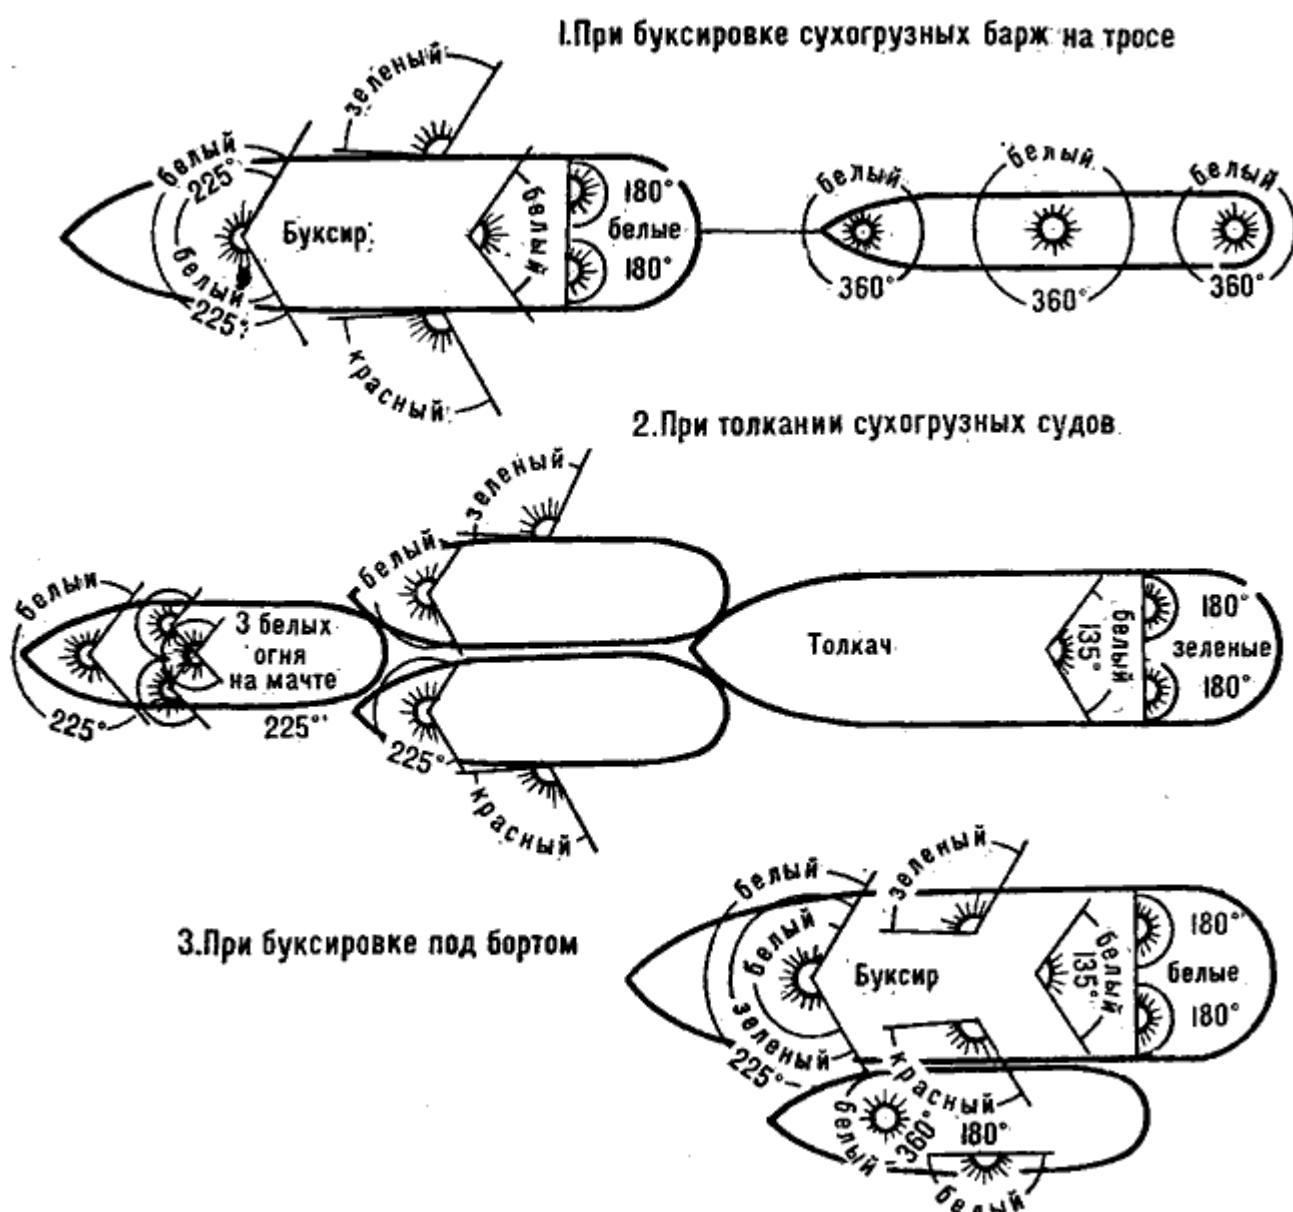

Рис. 144. Схема расположения ходовых огней на речных буксирах
4. Буксирующие суда, ведущие на буксире другие суда или плоты, кроме огней, предусмотренных § 25 для одиночных судов (отличительных, гакового и гакабортных), несут на передней мачте (рис. 144):
- сухогрузные, длиной более 50 м - кроме белого клотикового на мачте по одному белому огню на носовом и кормовом флагштоках (рис. 144);
- буксируемое под бортом - один белый клотиковый огонь на мачте и один белый огонь с внешнего борта (рис. 144);
Если ширина толкаемых судов превышает ширину толкача, то его отличительные огни переносят на наружные борта толкаемых судов (§ 35, рис. 144).